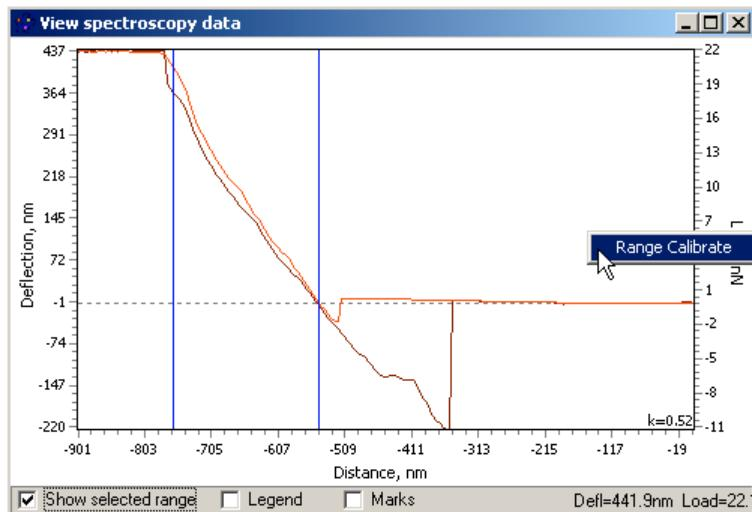

Рис. 5.5. Окно расширенной визуализации данных, получаемых в процессе статической силовой спектроскопии.
*point*, а в селекторе **Mode** режим *STATIC*. После запуска функции активируется окно визуализации измеренных данных **View spectroscopy data** (Рис. 5.5). Как указывалось выше, специальные настройки данной функции производятся в панели **FvsD**.
Рис. 5.5. Панель настроек для динамической силовой спектроскопии при осуществлении вертикального движения с помощью пьезосканера (слева) и шагового двигателя механизма подвода (справа).